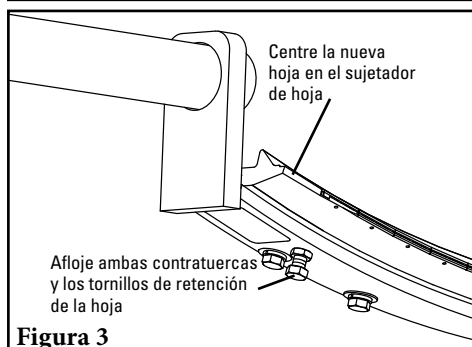

Figura 3
- Centre la hoja en el sujetador (Figura 3).
- Apriete con 8 giros los tornillos de retención de la hoja y apriete las contratuercas del tornillo de retención de la hoja (Figura 3).